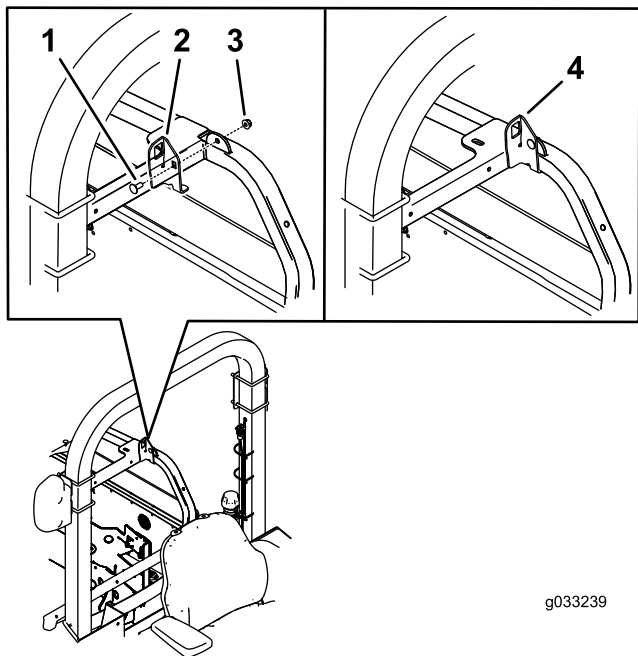

Figuur 1
3. Verwijder de borgmoer uit de motorkapsluiting (Figuur 1).
4. Monteer de vergrendeling door de opening in de linkerkant van de motorkap (Figuur 1).